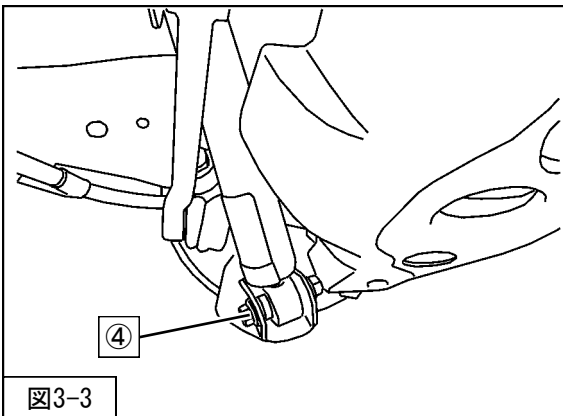

図3-3
5. ④リアショックアブソーバASSYロア取付ボルト・ナットを取外してください。（図3-3）